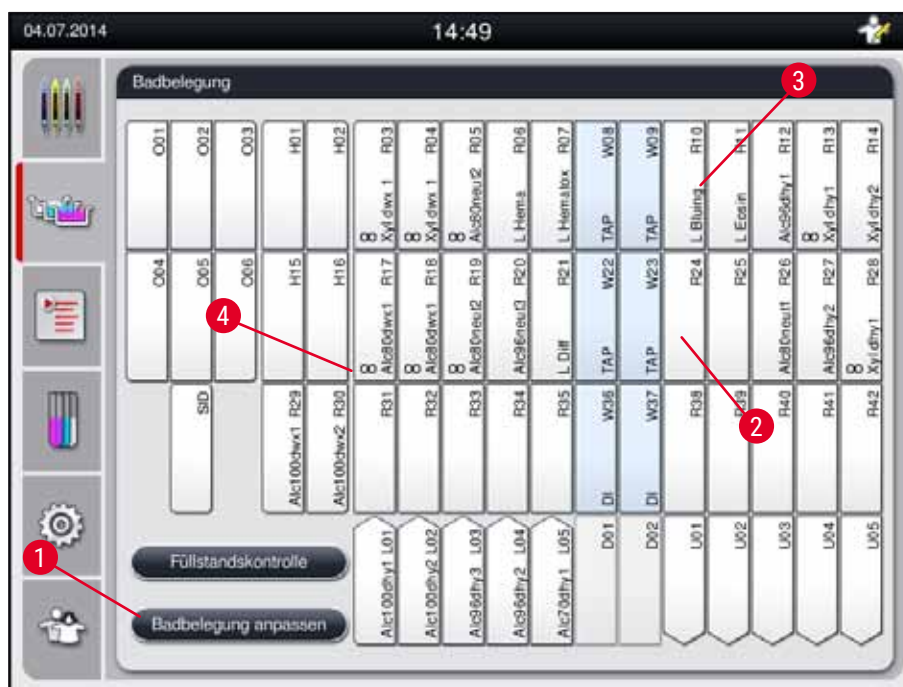

Abb. 60
- In der Ansicht der Badbelegung (→ "Abb. 60") die Taste **Badbelegung anpassen** drücken (→ "Abb. 60-1").
1. Um Reagenzstationen zu verschieben, diese einzeln in der Badbelegung (→ "Abb. 60") durch Antippen auswählen und danach auf eine freie Position in der Zwischenablage tippen (→ "Abb. 63-1").